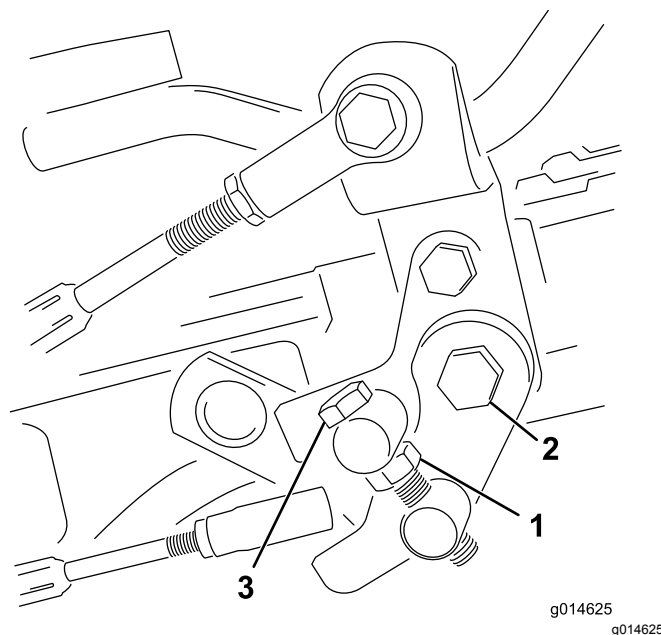

Figura 51
1. Afloje la contratuerca del tornillo de caperuza del muñón (Figura 51).
4. Apriete la contratuerca del perno del muñón y la tuerca de la articulación del pedal para bloquear el ajuste (Figura 51). Compruebe el funcionamiento, y vuelva a ajustar si es necesario.